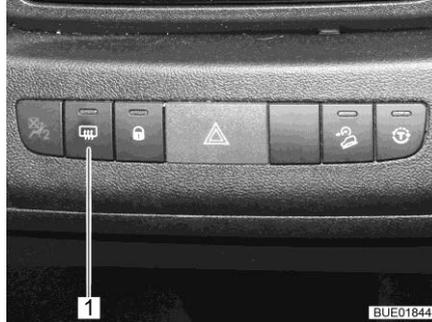

Fig. 41 Interruptor de calefacción de los retrovisores exteriores
- Pulsar el interruptor (Fig. 41,1) en el salpicadero. La luz de control en el interruptor indica el funcionamiento.